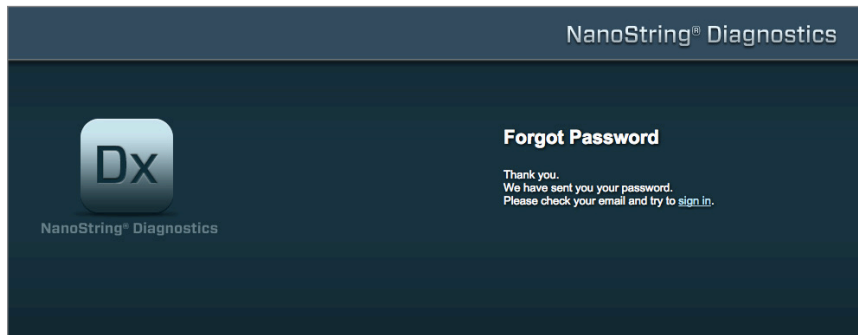

FIGURA 4.4: pagina di conferma dopo la richiesta di una password
- Se il sistema nCounter trova un profilo corrispondente, la password verrà inviata tramite posta elettronica all'indirizzo e-mail memorizzato (**FIGURA 4.4**).